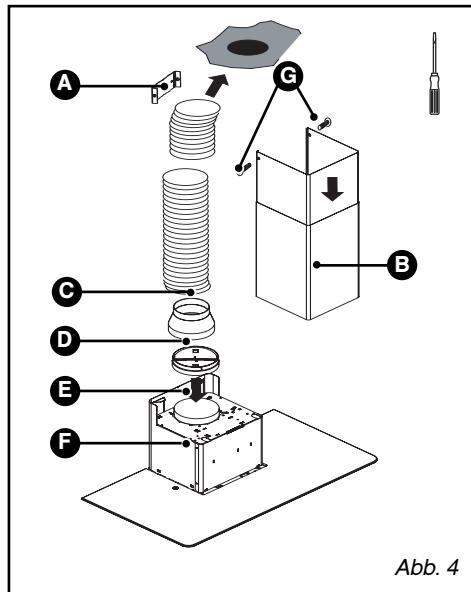

Abb. 4
- Das Schachtende auf den Motorausgang schieben (Abb. 4).
- Den Teleskopkamin vorbereiten und dabei die Ansaugöffnungen sorgfältig verstecken (Abb. 4). Die Kaminteile so weit wie möglich ineinander schieben.
- Den oberen Kaminteil (B/Abb. 4) mit den beiden Schrauben (G/Abb. 4) auf der Metallhalterung des Kamins befestigen. (A/Abb. 4).